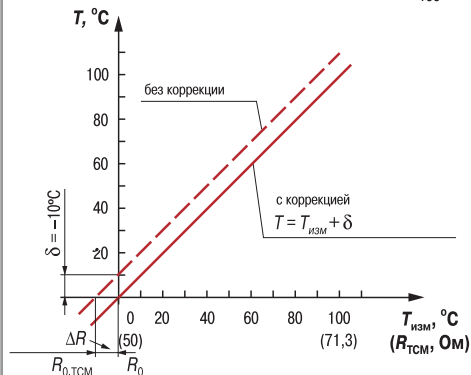

Рис. 5
3.2.5.2. Для компенсации погрешностей $\Delta R = R_0 - R_{0.TCM}$, вносимых сопротивлением подводящих проводов R_{TCM} , при использовании двухпроводной схемы подключения термопреобразователей сопротивления, к каждому измеренному значению параметра $T_{изм}$ прибавляется заданное пользователем значение δ («**сдвиг характеристики датчика**»). На рис. 5 приведен пример сдвига характеристики для датчика TCM50M, $W_{100} = 1,426$.